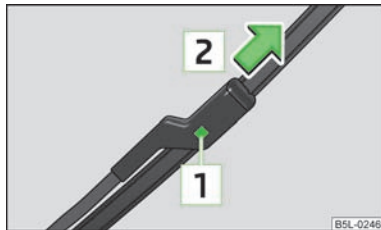

Abb. 30
- Die Sicherung [1] » Abb. 30 drücken, um das Wischerblatt zu entriegeln, und in Pfeilrichtung [2] abziehen.